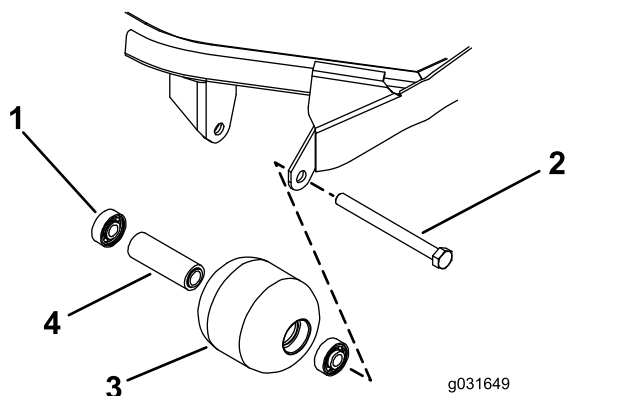

Bild 71
1. Entfernen Sie die Rollenbefestigungsschraube (Bild 71).
4. Prüfen Sie das Rollengehäuse, die Lager und das Distanzstück auf Beschädigungen (Bild 71).
1. Drücken Sie das erste Lager in das Rollengehäuse, indem Sie nur auf den äußeren Käfig oder gleichmäßig auf den inneren und äußeren Käfig drücken (Bild 71).
2. Setzen Sie ein Distanzstück ein (Bild 71).
3. Drücken Sie das zweite Lager in das Rollengehäuse, indem Sie nur auf den äußeren Käfig oder gleichmäßig auf den inneren und äußeren Käfig drücken, bis es auf dem Distanzstück aufliegt (Bild 71).